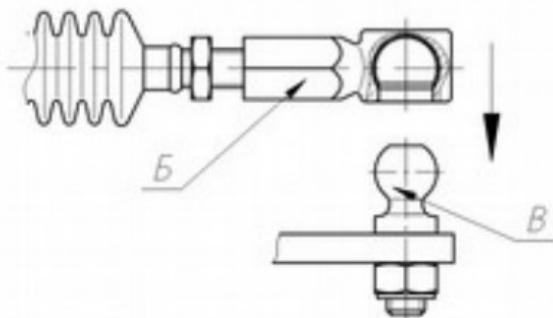
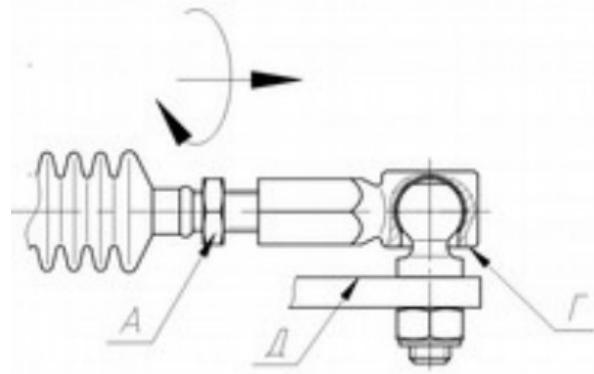

Рис. 18
Рис. 19
1.4.6	<p>После регулировки наконечник Б соединить со сферическим пальцем В до характерного щелчка. (Рис. 18). Допускается применение сжимающего инструмента, например, клеммой с гладкими губками.</p> <p>Не допускается применение ударного инструмента во избежание поломки тросов и КПП.</p> <p>Затянуть контргайку А моментом $5\text{H}\cdot\text{м}$ соблюдая при этом положение плоскостей Г и Д визуально близкое к параллельному (Рис. 19).</p> <p>Оснастки для обеспечения параллельности не требуется. После регулировки, затяжки гайки А и проверки работоспособности привода, допускается самопроизвольное отклонение плоскостей Г и Д от параллельности. Повторной регулировки не требуется.</p>